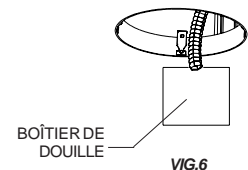

FIG.6
2. Sortir le *boîtier de douille* du plafond. (Fig. 6)